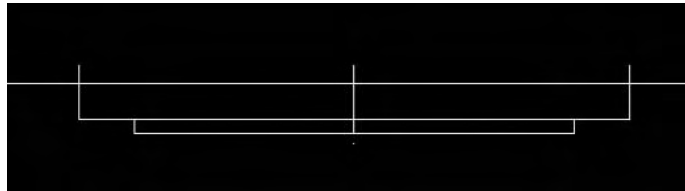

Fig.14.9
- 9 Déplacez les deux luminaires vers le haut avec un débordement au-dessus du plafond (fig.14.9).